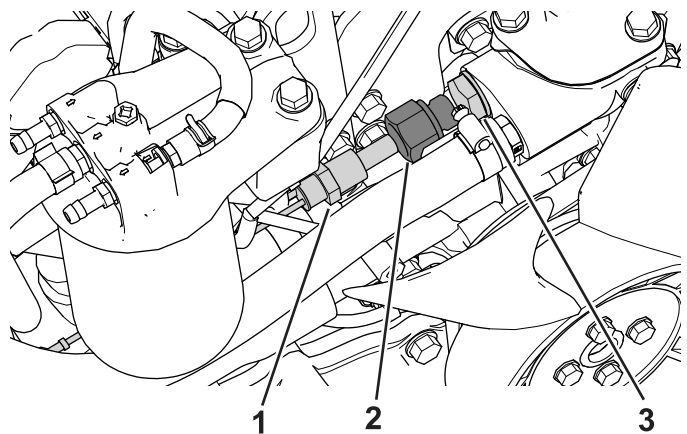

Figura 33
1. Localize a caixa do termóstato no bloco do motor e retire o tampão da porta do motor (Figura 33).